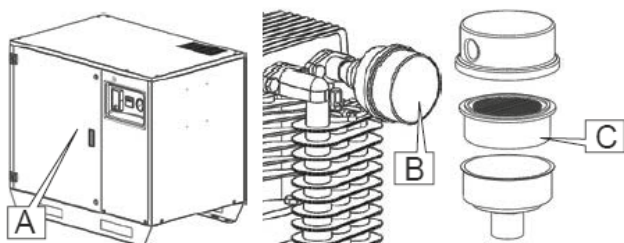

Fig. 13
- 3 Open de deur met de meegeleverde sleutel pos. A fig.13.
- 4 Schroef de dop pos.B fig.13 los, verwijder het filter en vervang deze door een nieuwe.